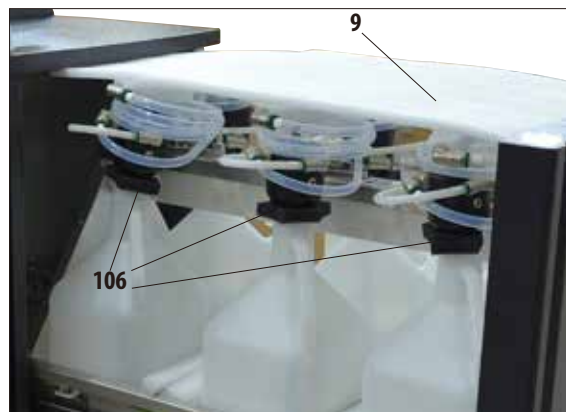

図 18
- 次に、ドロワー (9) を開け、発泡スチロールをすべて取り出します (図 18)。また、RTU ボトルのネック部からダークグレーの保護材 (106) 6 個を外します。